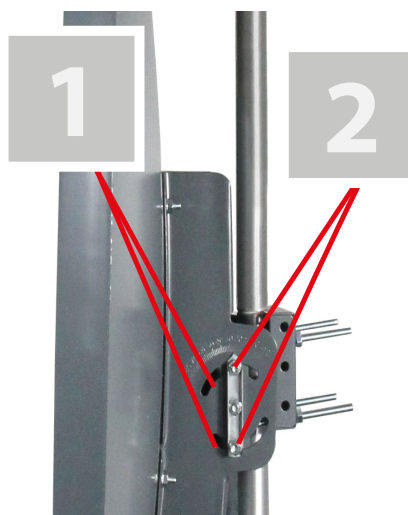

Bild 7: Reflektor ausrichten
1. Lösen Sie auf beiden Seiten des Tragarms die beiden Feststellschrauben [2] der Neigungsvorrichtung (siehe Bild 7, oben).